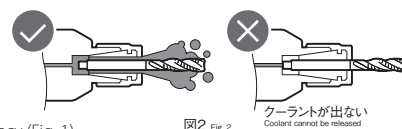

図2 Fig. 2
- コレットスルー使用時はホルダの奥にタップを突き当てないで下さい。流路がふさがりクーラントを正常に吐出できなくなります(図2)。
When using the collet-through coolant, do not insert the tap to the end of the holder bore. It will block the coolant path and coolant will not be dispensed properly (Fig. 2).